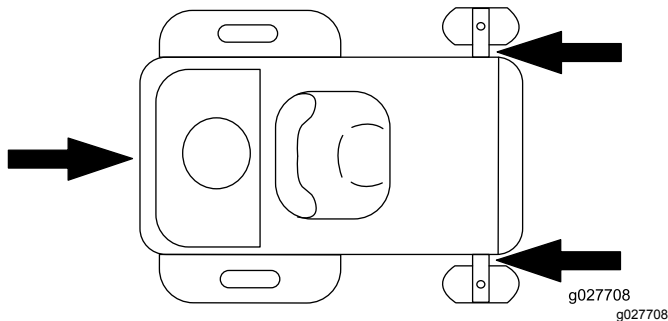

Figure 29
5. Arrimez la machine près des roues pivotantes avant et du pare-chocs arrière (Figure 29).